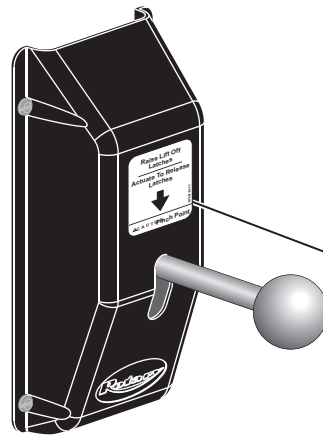

Abb. 40
31. Klinkenlöserschild für Hebebühnen der Serie M: Klinkenlöserschild auf der Abdeckung über dem Klinkenlösehebel anbringen, Abb. 40.